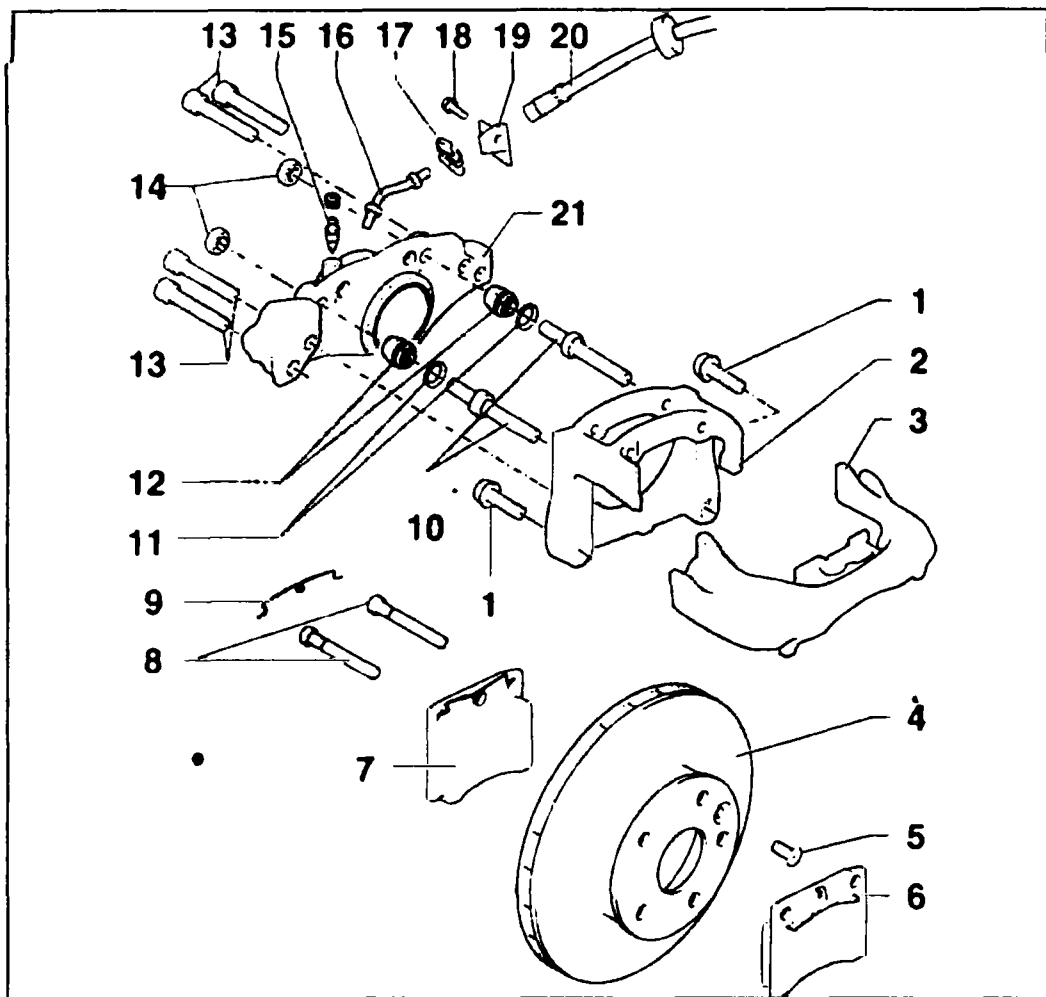

Рис. 9.8 Рамочный механизм фирмы Lucas- модели с колесами на 15"
Устанавливается механизм с рамочной конструкцией фирмы Lucas (см. рис. 9.8)
◆ С обеих сторон выньте стопорную пружину (9, рис. 9.8).
- ◆ Выверните болт (14, рис. 9.8) и выньте тормозной диск.
- ◆ У кронштейна (19) ослабьте гайку трубки, выньте скобу (17) и отсоедините тормозной шланг от трубки.